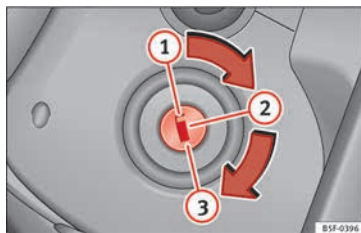

Fig. 142 Positions de la clé du véhicule.
- Amenez la clé de contact en position ① » » » fig. 142.
- Retirez la clé de contact d'allumage sur la position ① » » » fig. 142 » » » ⚠.